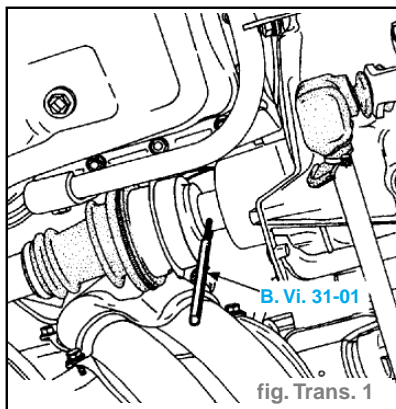

fig. Trans. 1
- Déposer la goupille à l'aide de l'outil **B. Vi. 31-01**. (fig. Trans. 1).